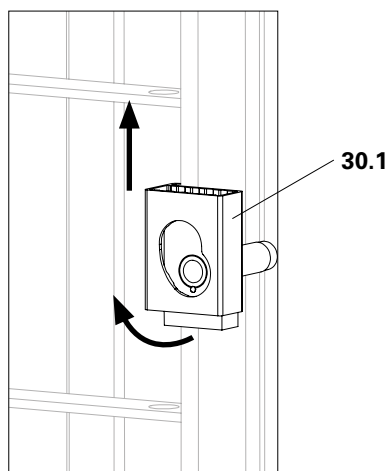

Fig. C2.06
2. Rimuovere i dadi di ancoraggio (30.1). (Fig. C2.06)